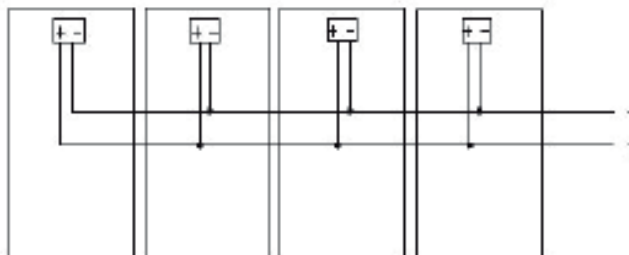

Fig.: 4.2 Conexão em paralelo para mais corrente A
A conexão em paralelo serve para incrementar a corrente (A) do sistema. Conecte o cabo do terminal positivo de um módulo com o cabo do terminal positivo do seguinte módulo. (Fig. 4.2. Mostra a conexão em paralelo de quatro módulos)